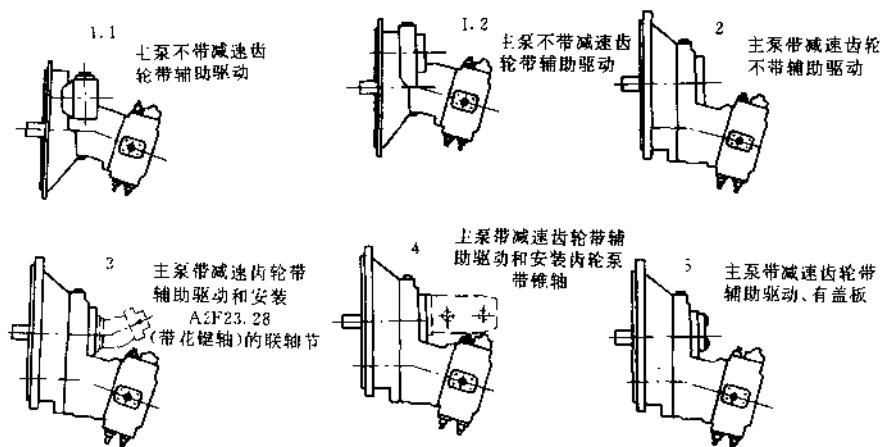

图 11.5-23 A8V 变量双泵结构型式示意图
④结构型式(见图 11.5-23)
⑤旋转方向(从轴端看)：R—顺时针
⑥系列：1
⑦速比(见表 11.5-19)
⑧吸油口连接方式：1—SAE 法兰
⑨压油口连接方式